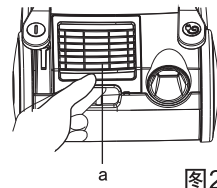

图23
- 2.打开位于机器尾部的出风栅(图23/a)，取出出风HEPA。